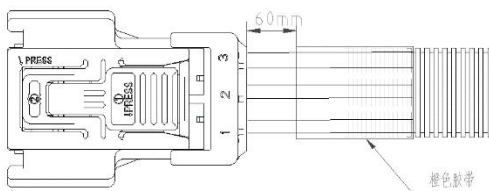

图 5 连接器为多芯的高压线束视图
h. 连接器为多芯的高压线束：为防止多芯连接器线束在尾部弯折时偏摆受力，导致连接器退针，固定波纹管时采用橙色绝缘胶带进行固定，且胶带前端距离插件尾部需预留 $\geq 60\text{mm}$ 的距离，当空间受限无法满足时，极限距离需满足 $\geq$ 连接器外形宽度（且需满足插件尾部平直出线）（如图 5 所示）。